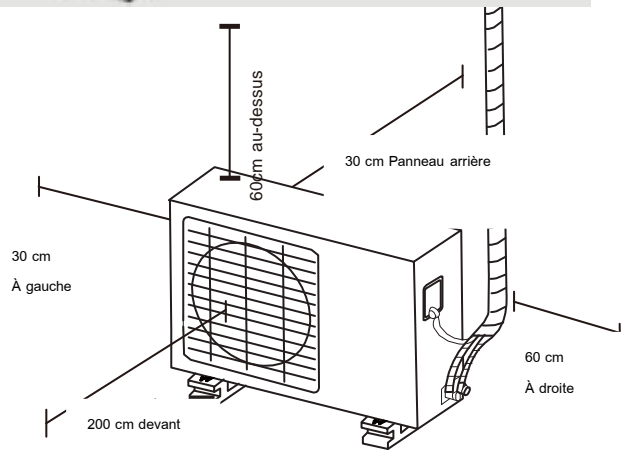

Fig. 4.1
- ☑ Répondre à tous les critères de distance décrits ci-contre (Fig. 4.1)